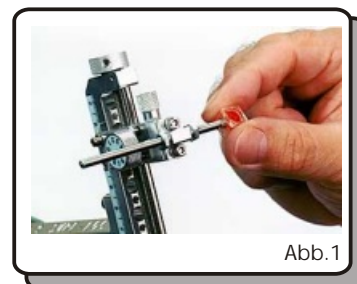

Abb.1
- ⇒ O-Ringe für die Gewindestange dämpfen die beim Schuß erzeugten Schwingungen und sind deshalb unentbehrlich. Mit Hilfe von O-Ringen (OR4X2 für 8-32 oder M4, OR5X2 für 10-32) wird ein optimaler Halt gewährleistet. - Abb.1